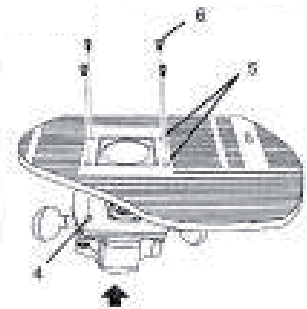

Рис.10
- Розташуйте фрезер під столом, так щоб 4 отвори для болтів на фрезері (4) співпадали з отворами на столі (5). Стежте за тим, щоб фрезер розташовувався до столу передньою стороною (рис. 10).